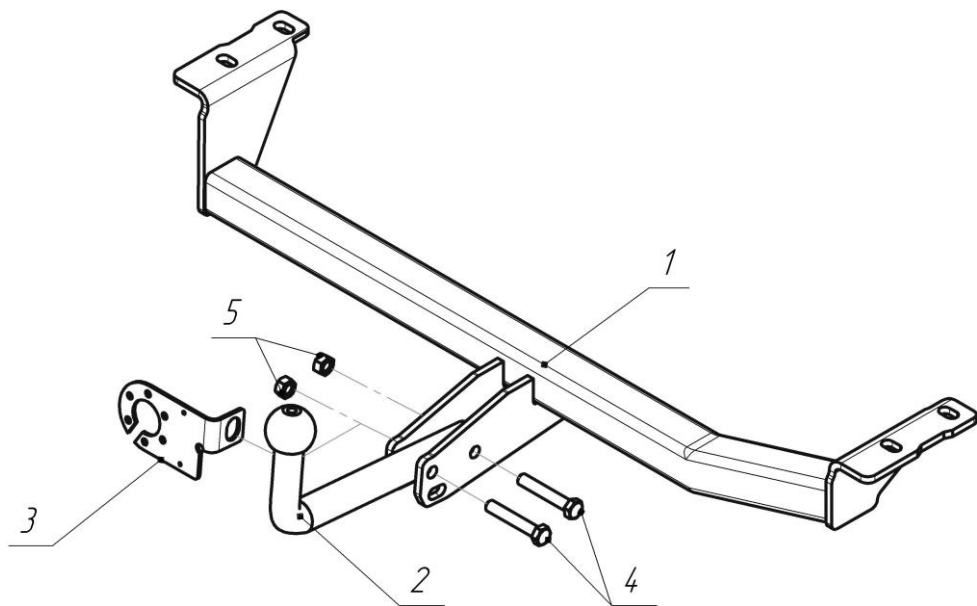

Рис.1.
- Установить ТСУ (рис.1) на автомобиль (на место проушин), используя штатные крепежные элементы;